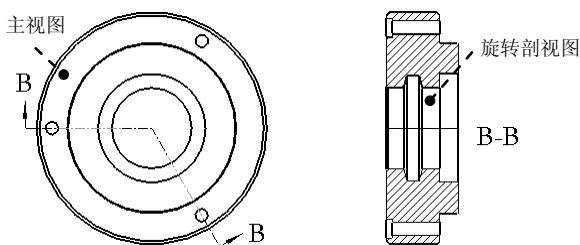

图 3.8.46 旋转剖视图
旋转剖视图如图 3.8.46 所示，操作步骤如下。
Step2. 先单击选中图 3.8.46 所示的主视图，然后右击，从系统弹出的快捷菜单中选择 投影视图 (P) 命令。
Step7. 添加箭头。选取图 3.8.46 所示的旋转剖视图, 然后右击, 从系统弹出的快捷菜单中选择 **添加箭头** 命令; 单击主视图, 系统自动生成箭头。